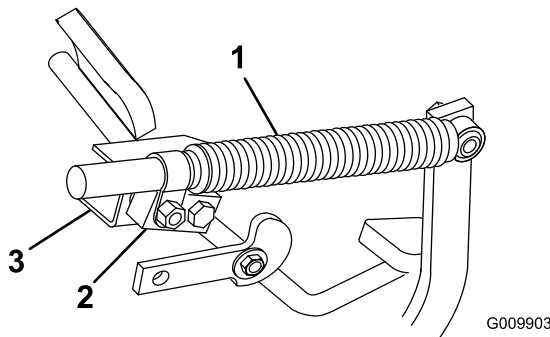

Figura 59
2. Allentate il dado di bloccaggio del perno dello smorzatore sulla staffa dello smorzatore stesso (Figura 59).